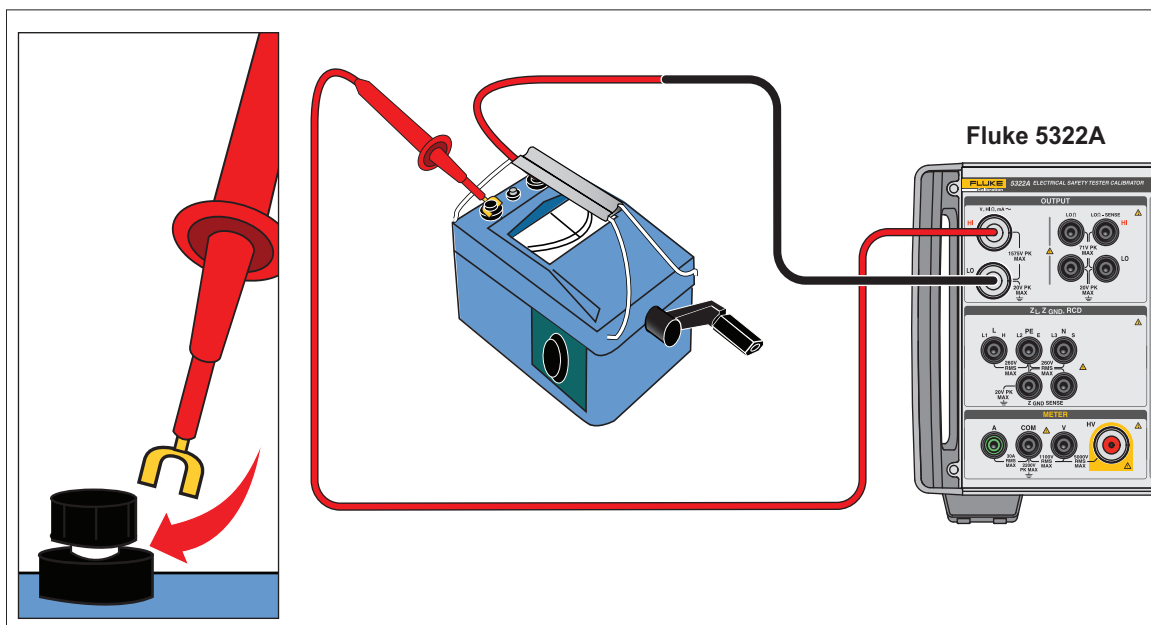

Abbildung 36. Anschließen eines Handkurbel-Isolationsmessgeräts
2. Schließen Sie das DUT an die Ausgangsanschlüsse „HI Ohm“ und „LO Ohm“ des Produkts an. Siehe Abbildung 36.